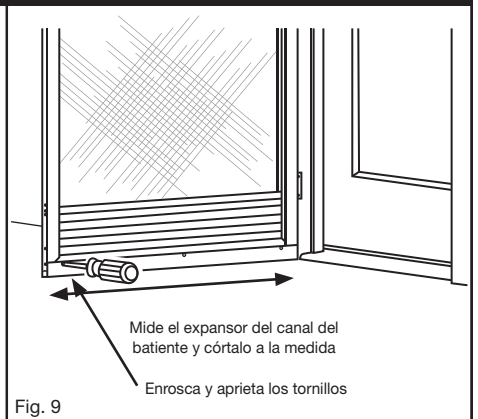

Fig. 9
Pega temporalmente el expansor del canal del batiente con la cinta de enmascarar. Marca y pretaladra (3) orificios de conexión del expansor del canal del batiente como se indica en la parte inferior usando una broca de taladro de 1/8". Asegúralo con los tornillos 8 x 3/8" incluidos (Fig. 9). No aprietes demasiado.